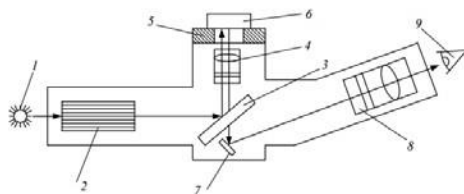

Рис. 6. Оптическая схема металлографического микроскопа:
- механическую, состоящую из предметного столика, на который устанавливается исследуемый образец, штатива для подъема или опускания образца и тубуса для наблюдения структуры. Упрощенная схема хода лучей в металлографическом микроскопе типа РВ-22 представлена на рис. 6.